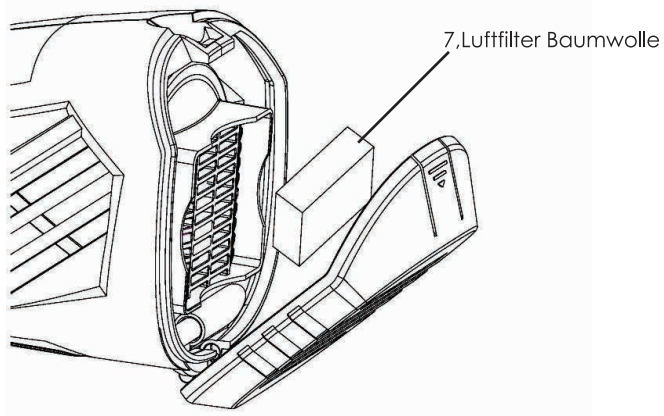

Fig.9
**Wenn der Luftfilter verschmutzt ist, ersetzen Sie ihn (Abb. 9, Nr. 7).